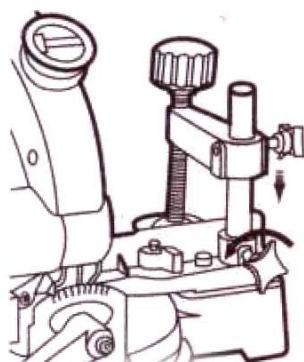

Рис. 12
1. Положите заготовку на стол (12) и прижмите ее к упору (13).
2. В зависимости от применения, используйте правый или левый винтовой зажим (30) на станине и закрепите заготовку, затянув винт (7) (рис. 12).